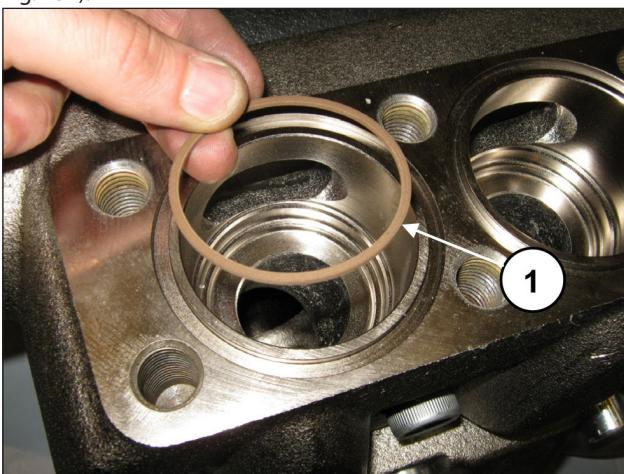

Fig. 154
Insira o anel anti-extrusão, pos. de explosão nº. 23 (pos. ①, Fig. 154).